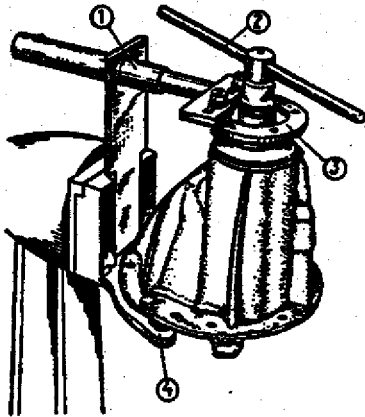

Fig. 3-60. Remoção da porca do flange do pinhão: 1 - dispositivo para fixar o flange do pinhão; 2 - chave com soquete; 3 - flange do pinhão; 4 - suporte.
- a) posicionar o porta-diferencial com o flange do pinhão voltado para cima (fig. 3-60) e, fixando com o dispositivo 1 o flange 3, remover com a chave 2 a porca de fixação do flange.